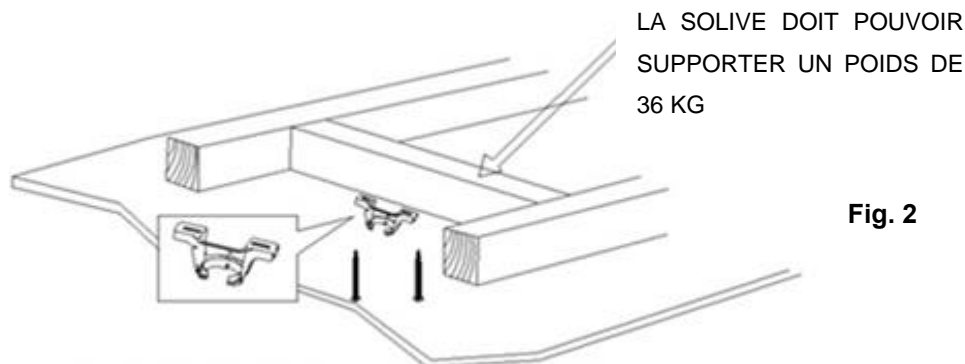

Fig. 2
- Installez le support de suspension sur une solive ou une structure capable de supporter une charge d'au moins 36 kg avec les deux vis longues fournies. Veillez à ce qu'au moins 30 mm des vis soient vissés dans le support. (Fig. 2)